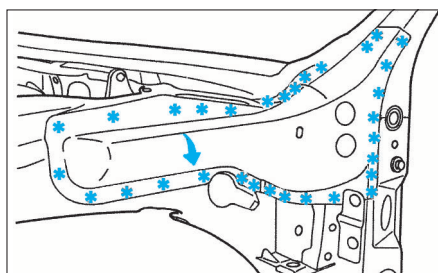

FIG. 41
- Fraiser les points de soudure électrique et déposer le renfort avant de côté de caisse (Fig.41).